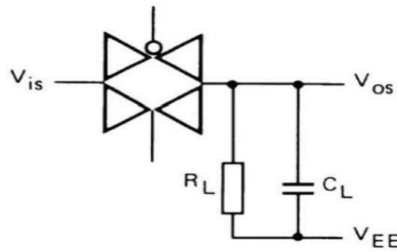

图4
4. RL=10KΩ; CL=15Pf; 通道开通; Vis=VDD (P-P) /2(正弦波, 在 VDD/2 处对称), fis=1KHz; 如图 4 所示
7. $R_L=1K\Omega$; $C_L=5pF$; 通道关断; $V_{is}=V_{DD} (P-P) / 2$ (正弦波, 在 $V_{DD}/2$ 处对称); $20lg(V_{os}/V_{is})=-50dB$; 如图 4 所示
8. $R_L=1K\Omega$; $C_L=5pF$; 通道开; $V_{is}=V_{DD} (P-P) / 2$ (正弦波, 在 $V_{DD}/2$ 处对称); $20lg(V_{os}/V_{is})=-3dB$; 如图 4 所示